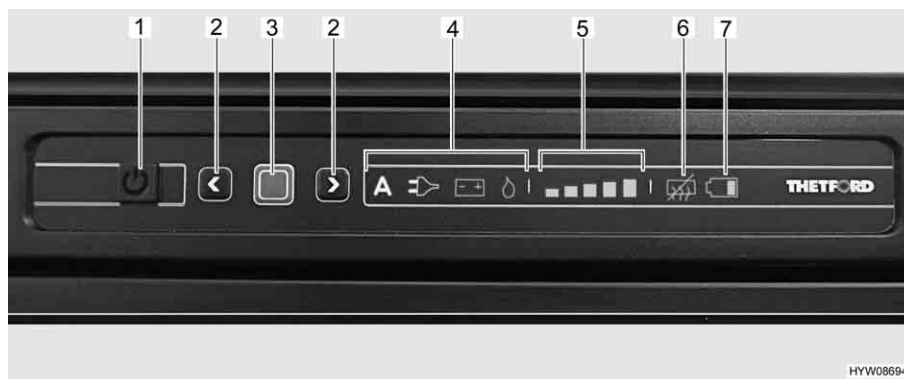

Fig. 168 Boutons de commande pour le réfrigérateur
Lorsque le réfrigérateur est mis en marche, il choisit automatiquement le dernier réglage du thermostat. Ce réglage peut cependant être corrigé manuellement à l'aide des touches fléchées (Fig. 168,2). Les barres lumineuses de l'indicateur du degré de refroidissement (Fig. 168,5) indiquent le réglage sélectionné du thermostat.
La température de réfrigération de tous les trois types d'énergie est réglée avec les touches fléchées (Fig. 168,2). Il faudra attendre quelques heures pour que le réfrigérateur atteigne la température de réfrigération réglée. Il garde toutefois son réglage de température lorsqu'on change d'un mode à un autre. La température de réfrigération est maintenue indépendamment du type d'énergie choisi.
- Appuyer sur la touche Marche/Arrêt (Fig. 168,1) pendant 1 seconde. La touche s'allume en vert. Les affichages s'allument pendant 10 secondes puis sont réduits pour économiser de l'énergie.
- Appuyer sur la touche de confirmation (Fig. 168,3). Le réglage actuel du mode de fonctionnement est affiché.
- Appuyer sur la touche de confirmation (Fig. 168,3) pendant env. 2 secondes. Les symboles des modes de fonctionnement (Fig. 168,4) clignotent.
- Sélectionner le mode de fonctionnement désiré avec les touches fléchées (Fig. 168,2).
- Appuyer sur la touche de confirmation (Fig. 168,3) pendant env. 2 secondes. Les symboles des modes de fonctionnement clignotent.
- Appuyer de nouveau sur la touche de confirmation. L'affichage de l'intensité de réfrigération (Fig. 168,5) clignote.
- Sélectionner la puissance de réfrigération désirée avec les touches fléchées (Fig. 168,2).
- Appuyer sur la touche Marche/Arrêt (Fig. 168,1) pendant env. 2 secondes. Toutes les lampes s'éteignent.
- Appuyer simultanément sur les deux touches fléchées (Fig. 168,2) pendant env. 2 secondes. Le symbole "Anti-condensation éteinte" (Fig. 168,6) s'allume.
- Appuyer simultanément sur les deux touches fléchées (Fig. 168,2) pendant env. 2 secondes. Le symbole "Anti-condensation éteinte" (Fig. 168,6) s'éteint.